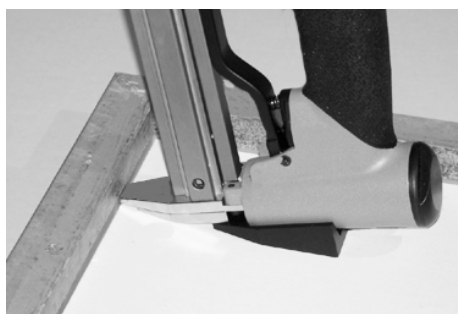

Figura 2
- 4. Siempre aguante la nariz del impulsor en contra del marco de madera** antes de apretar el gatillo. Vea la Figura 2.